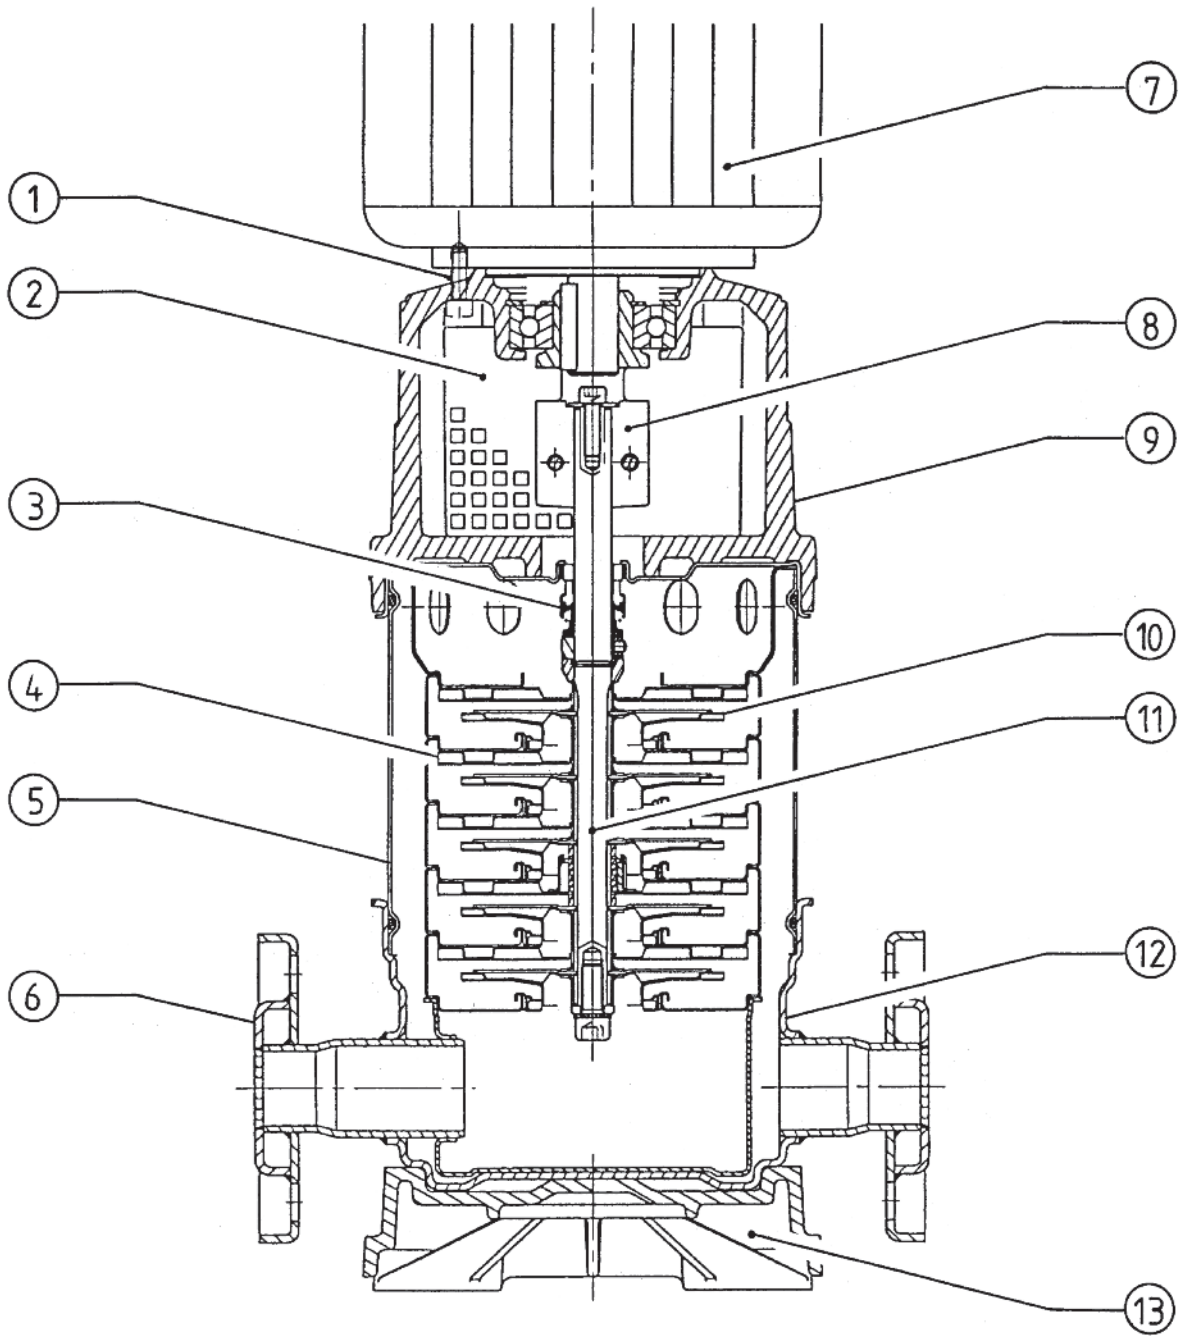

Fig. 2
- Насос должен находиться в таком месте, которое может быть достаточно доступным при проведении проверки насоса и его демонтажа. Насос должен всегда находиться в строго вертикальном положении, насос необходимо поместить на бетонное основание, имеющее достаточную массу (рисунок 2, ссылка 13). Между основанием и полом должны находиться демпферы вибрации.
- Если вы имеете дело с особенно тяжелыми моделями насосов, необходимо иметь специальный крюк (рисунок 2, ссылка 12) или кольцо, которые бы имели достаточную несущую способность (общая масса насоса: см. каталог или лист технических данных), что дает возможность использовать лебедку, ворот или подобные устройства во время проведения работ по профилактическому обслуживанию или ремонту насоса.
- При монтаже всасывающего и нагнетающего патрубков необходимо исключить любое дополнительное усилие. Можно использовать компенсаторы ограниченной длины для погашения вибраций. Трубопроводы и каналы должны быть зафиксированы (рисунок 2, ссылка 7) таким образом, чтобы их масса не оказывала давление на насос.
- Как правило, необходимо размещать запорное устройство (рисунок 2, ссылки 2 и 3) спереди и сзади от насоса; таким образом, при проверке или замене насоса не нужно будет полностью опорожнять, а затем наполнять установку.
- Необходимо обеспечить наличие в самом нагнетающем патрубке системы, препятствующей обратному оттоку жидкости (рисунок 2, ссылка 4).